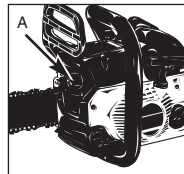

Fig. 20A
1. Retirar los 2 tornillos (A) y extraer el amortiguador de sonido (fig. 20A).